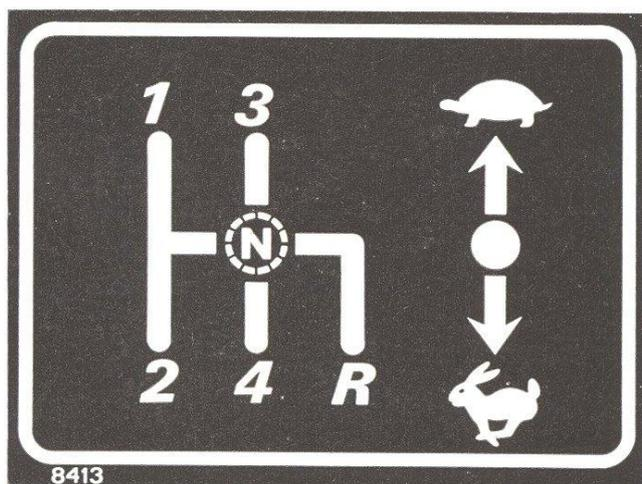

Fig. 8. - Positions du levier de commande des vitesses et du réducteur.
1. Appuyer sur la pédale d'embrayage et engager la vitesse désirée (fig. 8).